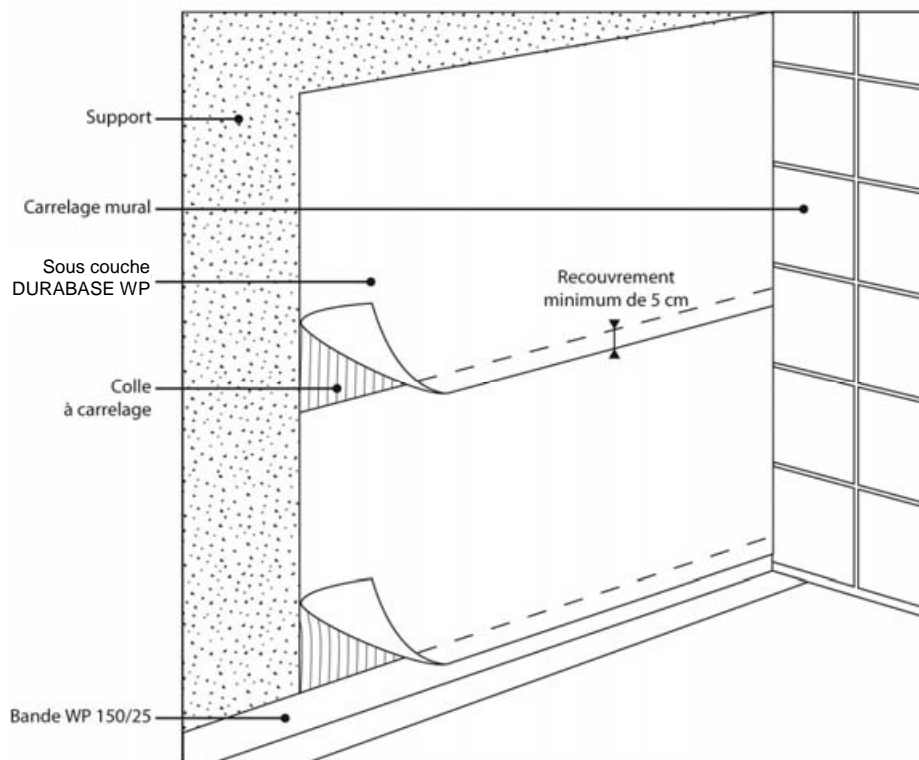

Figure 6 - Mise en œuvre de la sous couche DURABASE WP en pose horizontale
- La sous-couche DURABASE WP est ensuite appliquée (*figure 6*). Orienter précisément la sous-couche DURABASE WP dès son positionnement et tirer légèrement sur celle-ci pour bien la tendre. Une pression est exercée du centre vers l'extérieur. A l'aide de la face lisse d'une taloche à plat ou une taloche à enduire tenue en biais, le lé est marouflé en prenant soin d'éliminer l'air qui se trouve dessous.